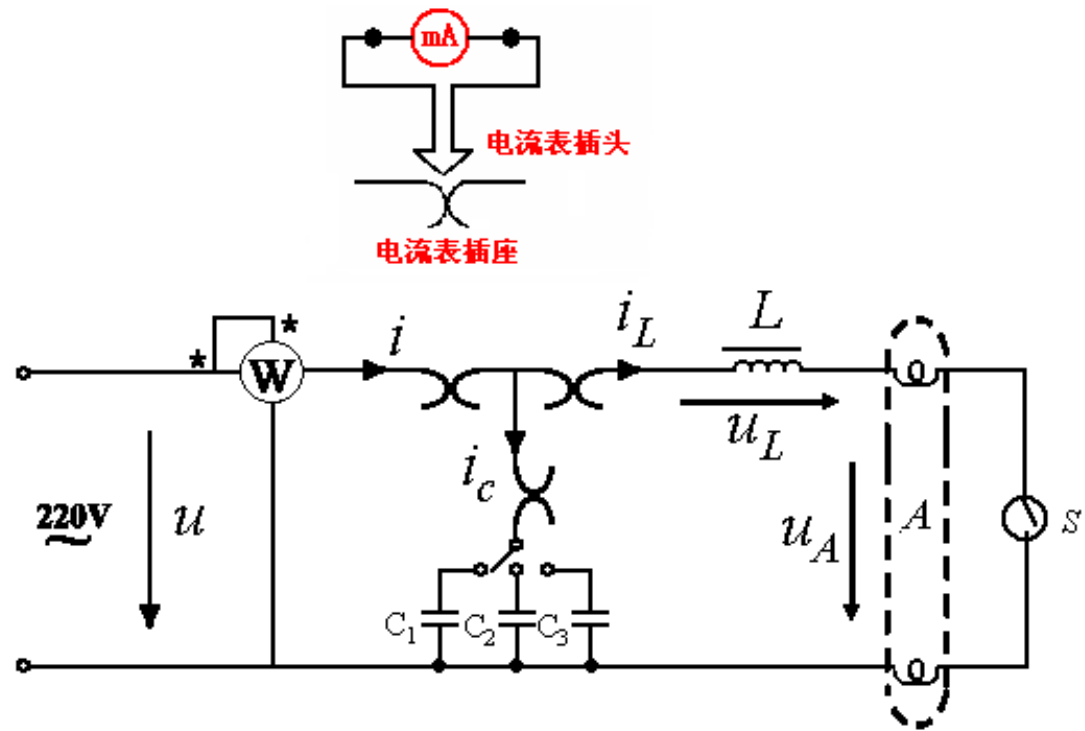

图 2-2 实验电路图
利用主屏上的电流插座，按图 2-2 组成实验线路。
4. 图 2-2 中的功率表如何接线？